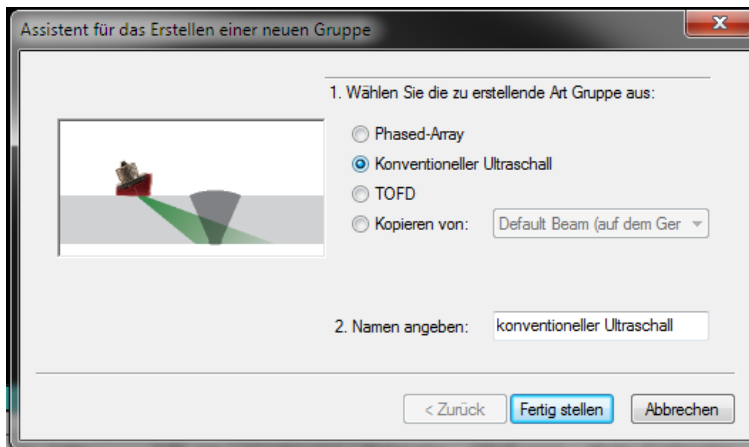

Abbildung 4-13 Dialogfeld Assistent für das Erstellen einer neuen Gruppe
2. Im eingeblendeten Dialogfeld **Assistent für das Erstellen einer neuen Gruppe** (siehe Abbildung 4-13 auf Seite 252):